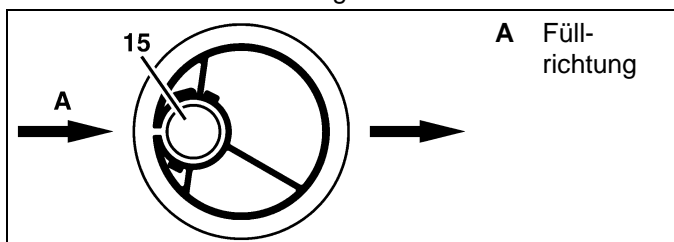

Bild 6: Ausrichtung des Teleskopschaumrohrs am Tank (Draufsicht)
1. Teleskopschaumrohr anbringen wie in Bild 6, beschrieben.